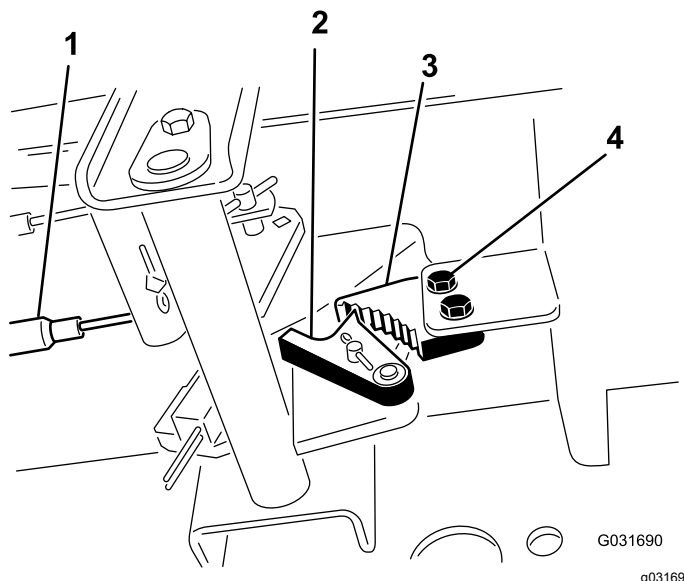

Figura 74
1. Allentate le due viti che fissano il nottolino del freno di stazionamento al telaio (Figura 74).
2. Premete in avanti il pedale del freno di stazionamento finché il fermo non s'innesta completamente nel nottolino del freno (Figura 74).